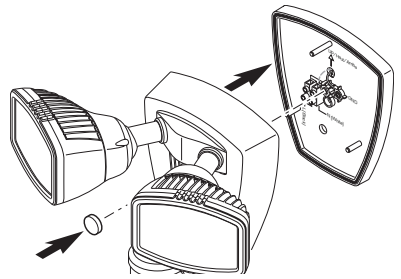

Figura 5
2. Verifique que la junta de caucho esté correctamente asentada en el borde del 1-2-Easy Connect™ (vea la Figura 5).
4. Apriete bien el tornillo de montaje teniendo cuidado de no apretarlo demasiado (vea la Figura 5).
5. Empuje el tapón de plástico firmemente en el orificio del perno de montaje de la lámpara (vea la Figura 5).